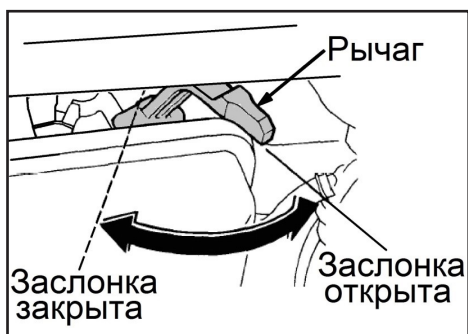

Рис. 13 Рычаг управления воздушной заслонкой
2. Закройте воздушную заслонку карбюратора. Для этого переведите рычаг управления воздушной заслонкой в крайнее левое положение (Рис. 13).
4. Закройте воздушную заслонку карбюратора наполовину (установите рычаг управления воздушной заслонкой карбюратора в среднее положение) (Рис. 13).